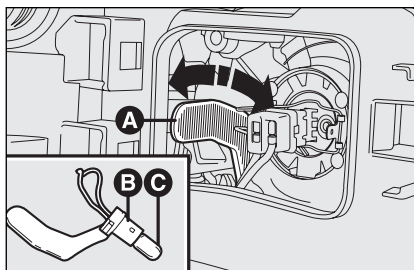
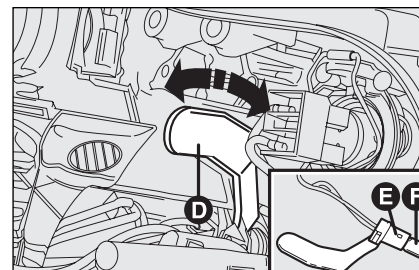

fig. 28
fig. 29
- ☐ en se servant d'une rallonge **A-fig. 28** ou **D-fig. 29**, tourner dans le sens des aiguilles et dans le sens inverse des aiguilles, le porte-lampe **B-fig. 28** ou **E-fig. 29** et le dégager en le tirant vers soi;
- ☐ enlever l'ampoule **C-fig. 28** ou **F-fig. 29** et la remplacer